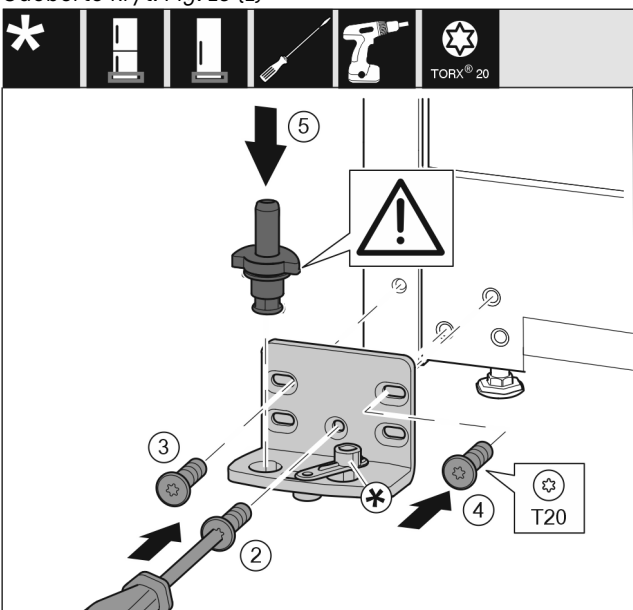

Fig. 14
- ▶ Ložiskovú konzolu nasadte na druhú stranu a priskrutkujte ju pomocou skrutkovača T20. Začnite skrutkou 2 dole v strede. Fig. 14 (2)
- ▶ Pevne zaskrutkujte skrutku 3 a 4. Fig. 14 (3,4)
- ▶ Ložiskový čap úplne nasadte. Dbajte pritom na to, aby zaistovací doraz ukazoval smerom dozadu. Fig. 14 (5)